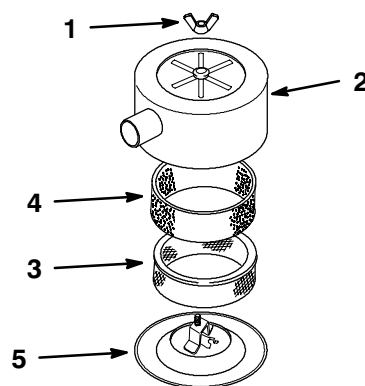

Figure 15
3. Nettoyez la surface autour du filtre à air pour éviter que des impuretés s'introduisent dans le moteur et l'endommagent. Dévissez le bouton et déposez le couvercle du filtre à air (Fig. 15).
4. Glissez délicatement l'élément en mousse hors de l'élément en papier (Fig. 15).
5. Dévissez l'écrou du couvercle et déposez le couvercle et l'élément en papier (Fig. 15).
- Glissez délicatement l'élément en mousse sur l'élément en papier (Fig. 15).
- Installez l'ensemble filtre à air sur la base (Fig. 15).
- Reposez le couvercle du filtre à air et fixez-le en place avec l'écrou (Fig. 15).